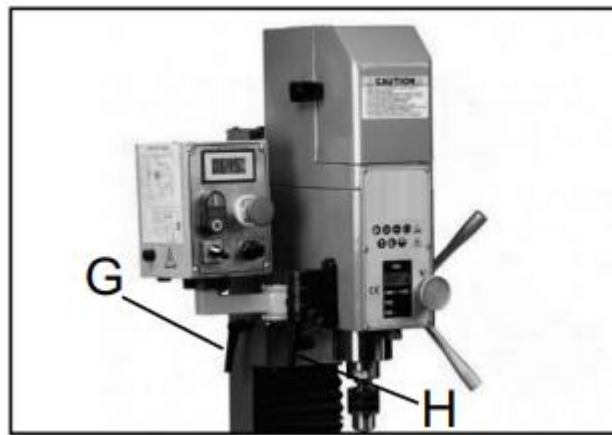

Рис. 4
G. Зажимы шпиндельной бабки (см. рисунок 4)
H. Рычаг блокировки пиноли (см. рисунок 4)